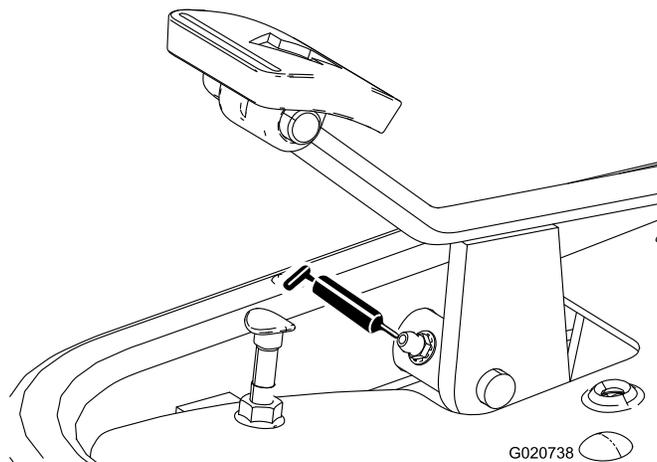

Figura 41
- Pedale della trazione (Figura 41)